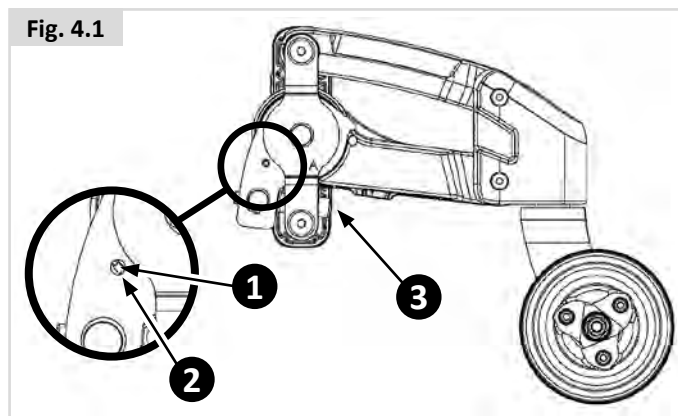

Fig. 4.1
4.6 Réglage des roulettes stabilisatrices (Fig. 4.1)